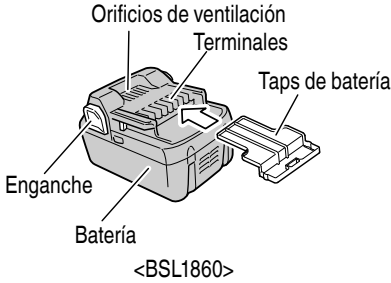

Fig. 3
- **Instale el paquete de baterías en la herramienta eléctrica o almacénelo presionando la tapa de baterías hasta que se oculten los orificios de ventilación para evitar cortacircuitos. (Ver Fig. 3)**